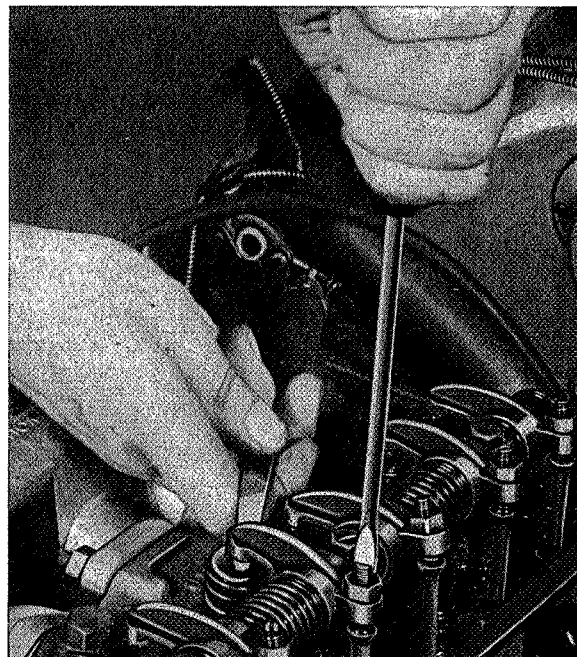

Fig. 2-28. Het afstellen van de klepspeling
5. Rijd de wagen een eindje. Controleer, of de motor goed loopt en stel de kleppen na, zie Fig. 2-28. Het is niet nodig om de kopbouten na te trekken.